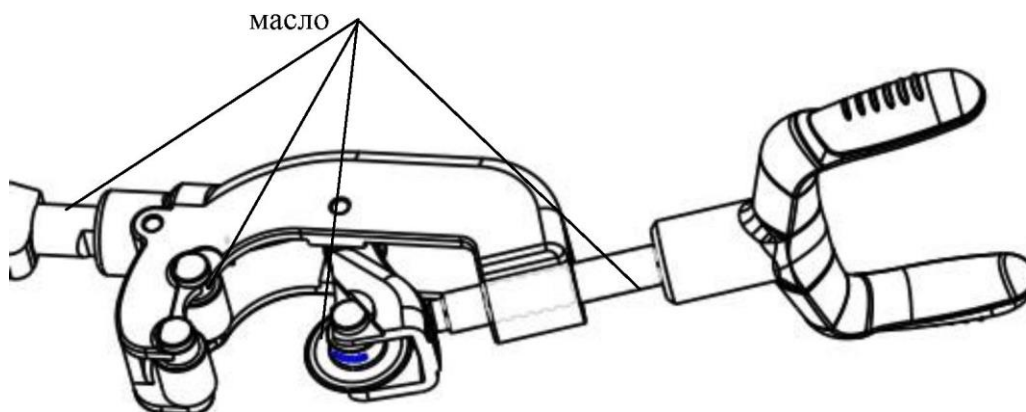

Рисунок 21
1. Обслуживание режущего инструмента (Рис. 21)